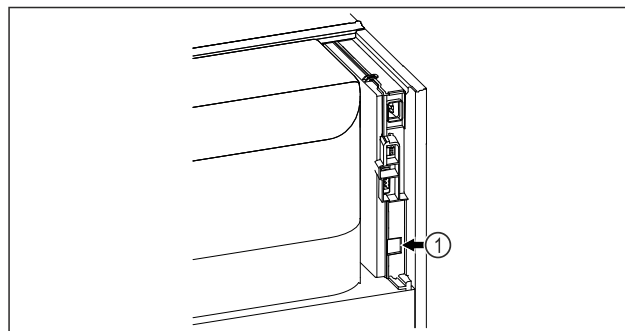

Fig. 167
- A SmartModule Fig. 167 (1) be van helyezve.